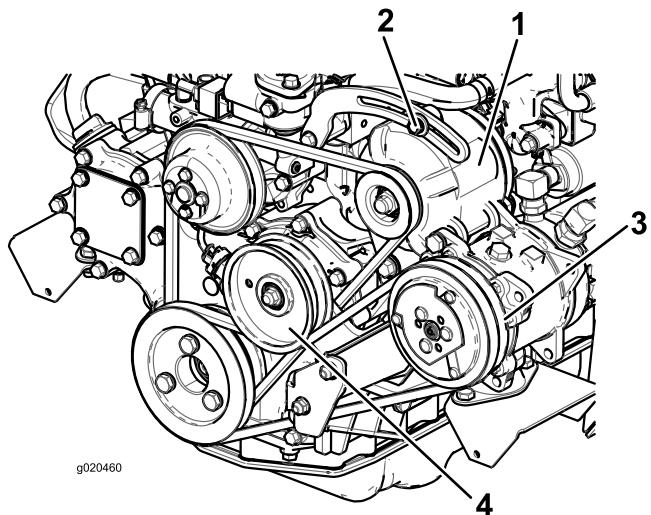

Figura 96
Se a deslocação obtida não for igual a 10 mm, deve desapertar os parafusos de montagem do alternador (Figura 96).
2. Se o desvio obtido não for igual 10 mm, deverá libertar o parafuso de montagem da polia intermédia (Figura 96).